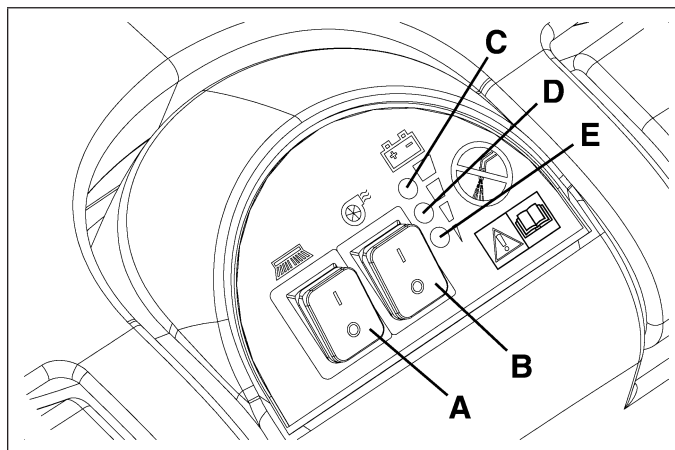

Figure 14
4. Positionner les interrupteurs (A et B, Fig. 14) sur "I".
Si le témoin lumineux vert (C, Fig. 14) s'allume, la machine est prête pour l'utilisation.
7. Positionner les interrupteurs (A et B, Fig. 14) sur "0".